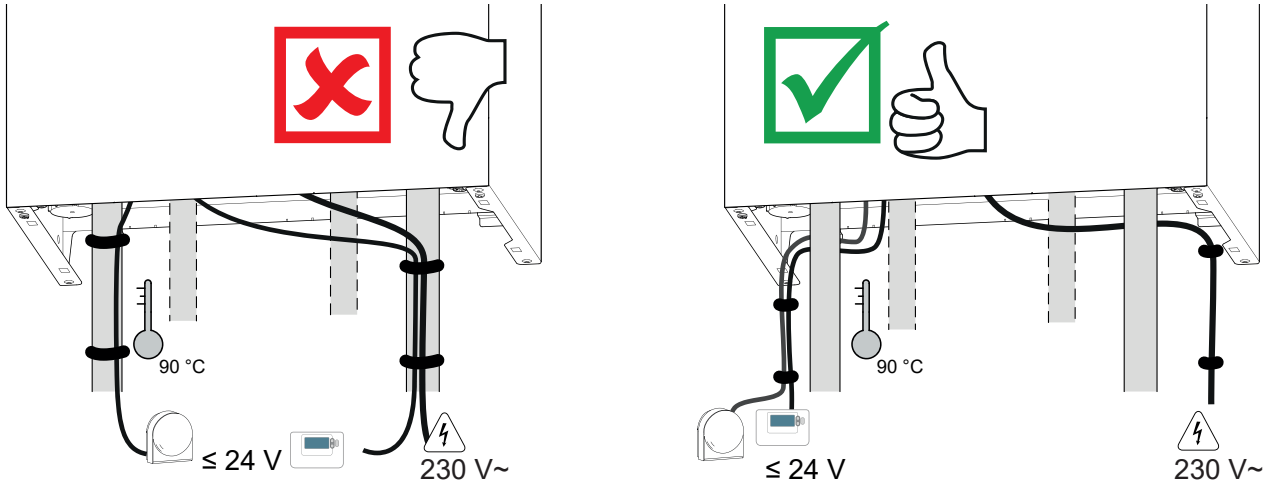
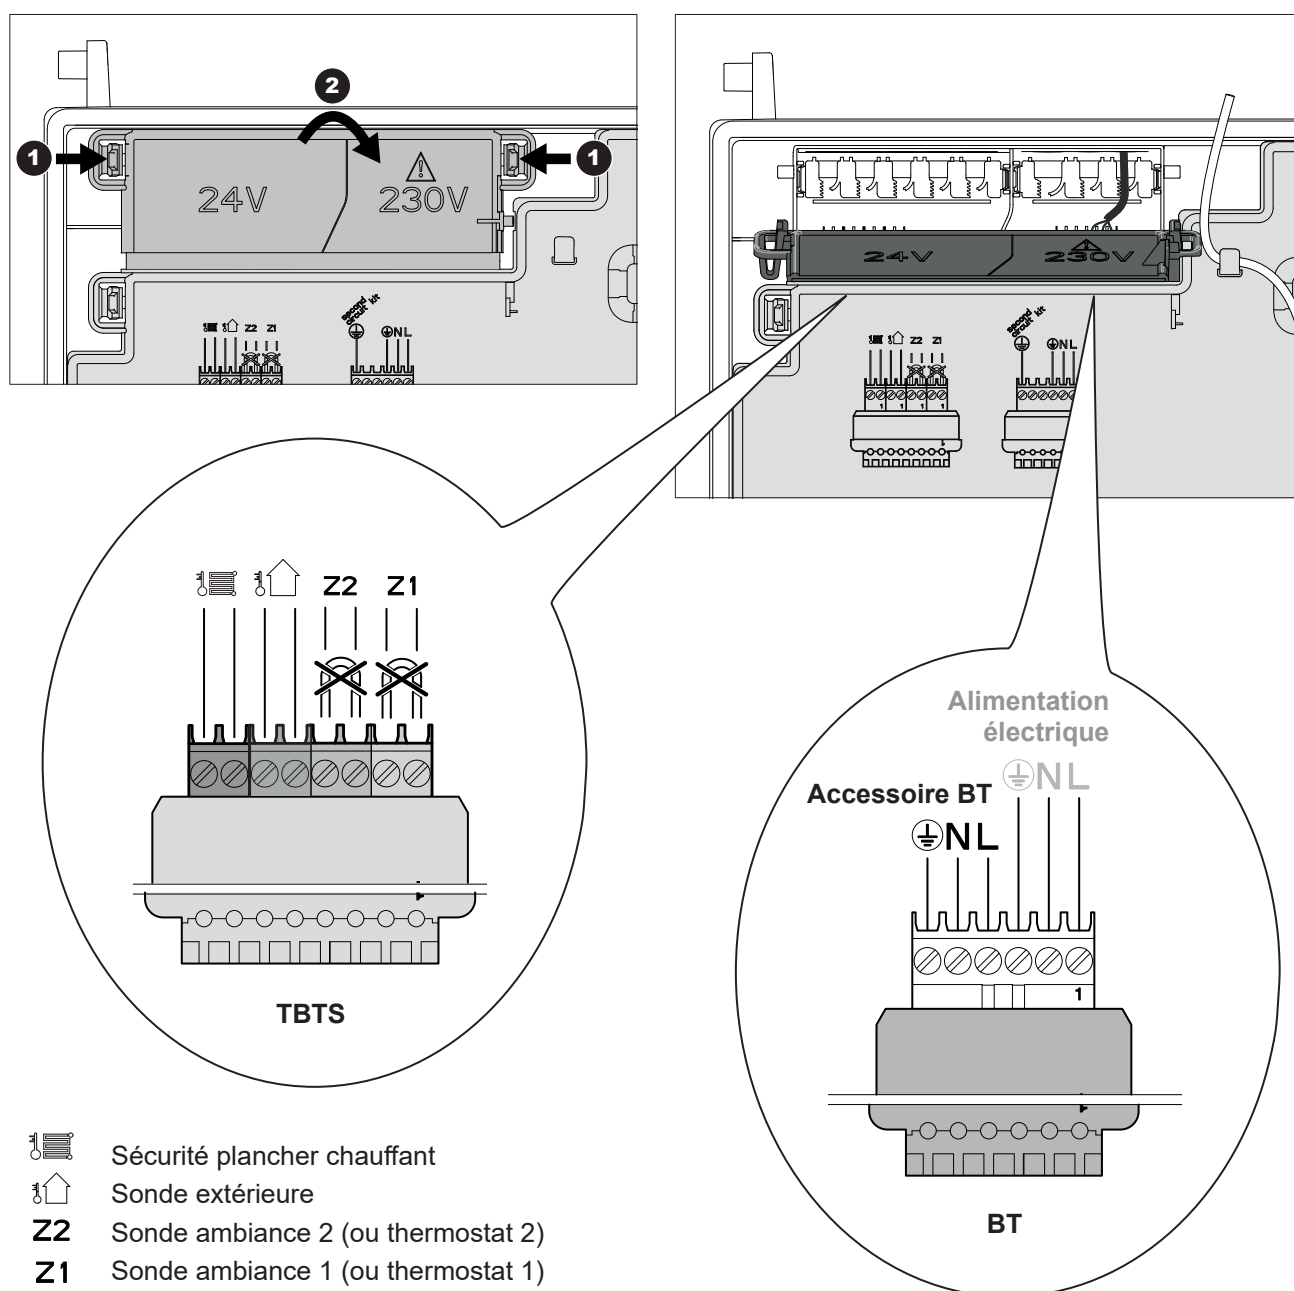

fig. 17 - Chemin de câbles
fig. 19 - Accès borniers
Des bornes sont disponibles sur le connecteur BT (fig. 19) pour alimenter un accessoire.
- Effectuer les raccordements suivant les schémas (fig. 17 et fig. 19).